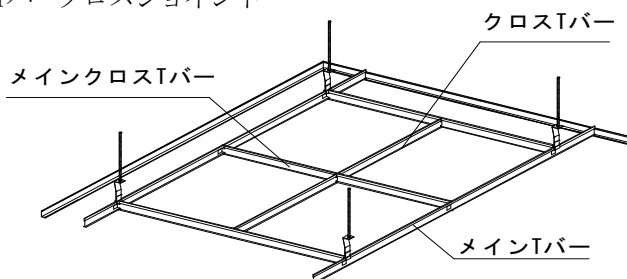

図2-14 Tバーの取付け④
- ③ クロスTバーをメインクロスTバーにクロスジョイントします。(図2-14)